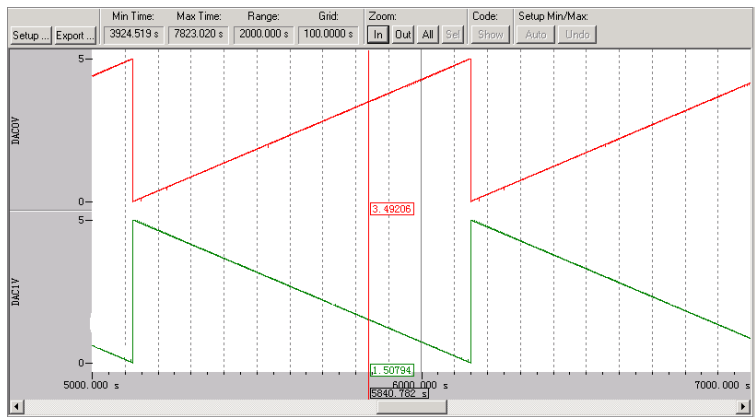

图 21-33 D/A 转换输出的模拟电压仿真图
(9) 单击“Close”按钮，关闭“Setup Logic Analyzer”对话框。此时，在“Logic Analyzer”窗口，便可以看到 DAC0V 和 DAC1V 变量，即通过 D/A 转换输出的模拟电压波形，如图 21-33 所示。